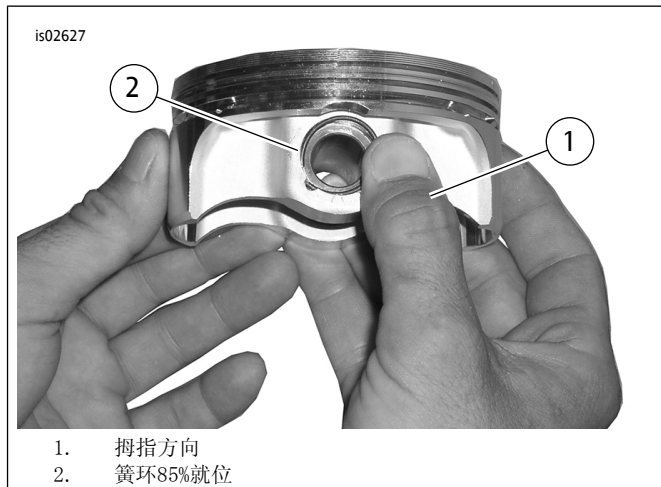

图4。安装簧环
2. 参见图4。按照图示定位您的拇指(1)。用力按压，直至大约85%的簧环(2)在槽中就位。